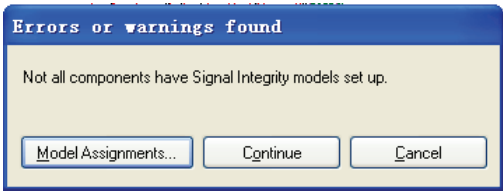

图 12-2 元件模型未建警告对话框
(2) 执行菜单命令【Tools】→【Signal Integrity...】，即可运行信号完整性分析。如果项目中有一些元件没有匹配的信号完整性模型，将弹出发现错误或警告对话框，如图 12-2 所示。